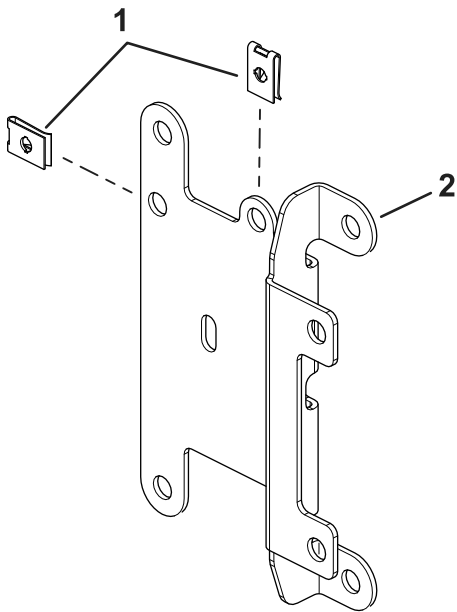

Figura 2
2. Instale as porcas de velocidade do tipo U na placa de montagem do fusível (Figura 2).